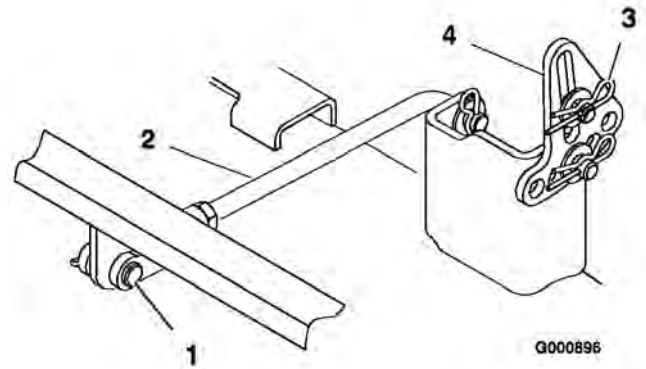

Figure 48
6. Retirez la goupille fendue et l'axe de chape de la tige du tourillon arrière (Figure 48) de chaque côté du plateau de coupe.
7. Retirez la goupille fendue et la rondelle des pattes de mise à niveau (Figure 48) de chaque côté du plateau de coupe. Notez le trou
6. Fixez le tourillon arrière à la machine à l'aide de l'axe de chape et de la goupille fendue (Figure 48) de chaque côté du plateau de coupe.
7. Glissez les pattes de mise à niveau sur les axes de montage et fixez-les à l'aide des rondelles et des goupilles fendues (Figure 48).